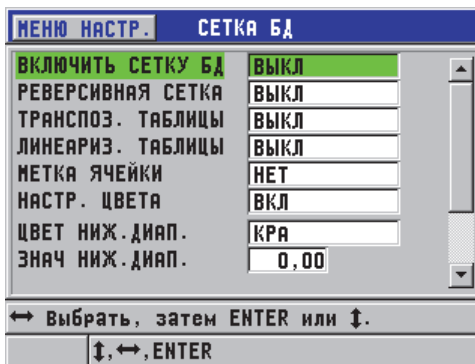

Рис. 9-8 Изменение параметров сетки БД
2. В окне СЕТКА БД (см. Рис. 9-8 на стр. 177) выполните следующие шаги: